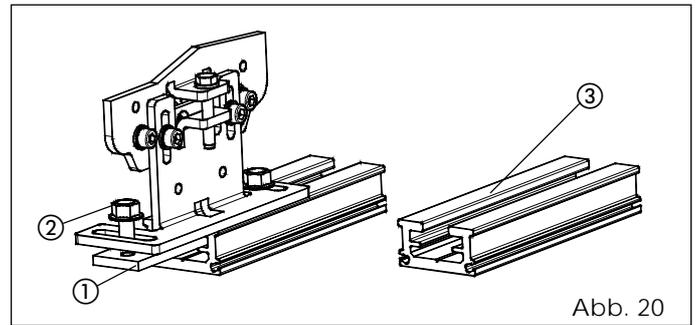

Abb. 20
- Das Profil für die Befestigung des Flügels (Zubehör, Abb. 20 - Bez. ③) mit Hilfe entsprechender Schrauben an der oberen Seite des Flügels montieren.
- Den Flügel mit Hilfe der mitgelieferten Platten (Abb. 20 - Bez. ①) und Schrauben (Abb. 20 - Bez. ②) an den jeweiligen Schlitten befestigen.